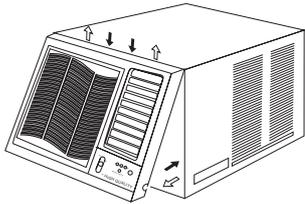

Abb. 18
1. Front-Paneel einbauen (siehe Abb. 18).